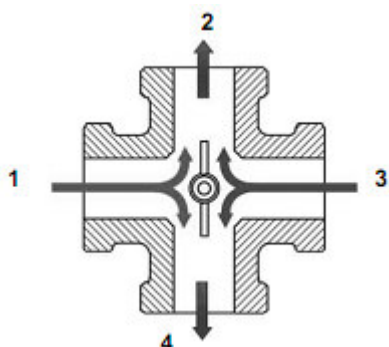

Рис. 6. чотириходовий змішувальний клапан
- Потрібно, щоб котел працював при різниці температур живлення і повернення в межах 10 – 15 °С (відрегулювати обороти циркуляційного насосу с.о.) з температурою повернення не менше 55°С. Якщо котел працюватиме при температурі нижчій, ніж 55°С, може статися зволоження сталевих теплообмінників (особливо біля кроцьця повернення і біля каналу топкових газів перед димоходом), що є причиною корозії і скорочення функціональності котла. Щоб не допустити цих явищ рекомендується працювати при вищих налаштуваннях, а також використовувати системи змішування з чотири- або триходовими змішувальними клапанами (див. рис. 6 – 8).
10) Потрібно, щоб котел працював при різниці температур живлення і повернення в межах 10 – 15 °C (відрегулювати обороти циркуляційного насосу с.о.) з температурою повернення не менше 55°C. Якщо котел працюватиме при температурі нижчій, ніж 55°C, може статися зволоження сталевого теплообмінника (особливо біля кроцьця повернення і біля каналу топкових газів перед димоходом), що є причиною корозії і скорочення функціональності котла. Щоб не допустити цих явищ рекомендується працювати при вищих налаштуваннях, а також використовувати системи змішування з чотири- або триходовими змішувальними клапанами (рис. 6 – 8).
Схеми інсталяції з використанням змішувальних клапанів і їхніми функціями представлено на рис. 6 – 8.
Рис. 6а. Зразок монтажу змішувального чотириходового клапана